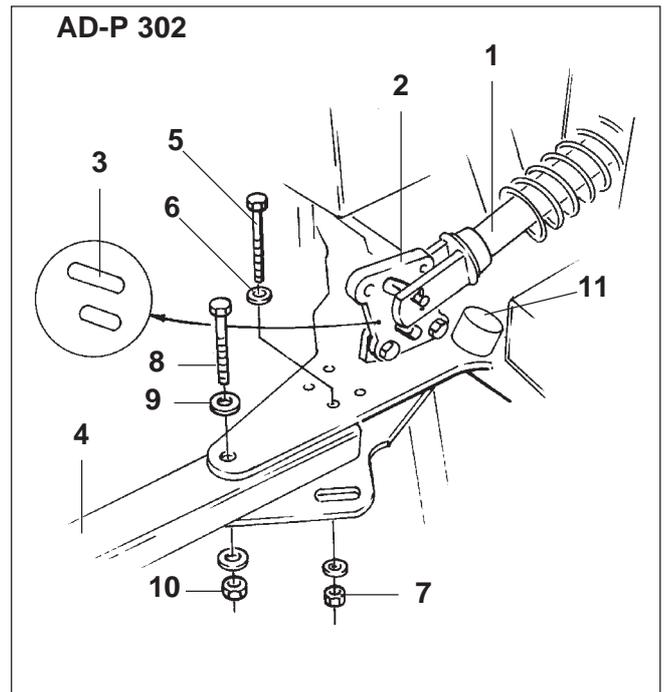

Fig. 23.5
Der Hydraulikzylinder (Fig. 23.5/1) muß an der Lasche (Fig. 23.5/2) im längeren Langloch (Fig. 23.5/3) befestigt sein. Lasche (Fig. 23.5/2) evtl. umschrauben.
Spuranreißer-Ausleger (Fig. 23.5/4) anschrauben und zwar mit:
- einer Skt.-Schraube M6 x 90, 8.8 DIN 931 (Fig. 23.5/5),
- zwei Scheiben 6,4 x 18 x 1,6 DIN 9021 (Fig. 23.5/6) und
- einer Sicherungsmutter M6, 8 DIN 980V (Fig. 23.5/7).
- einer Skt.-Schraube M14 x 100, 8.8 DIN 931 (Fig. 23.5/8),
- zwei Spannscheiben 14 DIN 6796 (Fig. 23.5/9) und
- einer Sicherungsmutter M14, 8 DIN 980V (Fig. 23.5/10).
Die Puffer (Fig. 23.5/11) dürfen nicht entfernt werden und müssen bei Verschleiß ersetzt werden!
Trifft der Spuranreißer während der Arbeit auf ein Hindernis, weicht der Spuranreißer-Ausleger dem Hindernis nach hinten aus. Dabei schert eine Skt.-Schraube M6 x 90, 8.8 DIN 931, (Fig. 23.5/5 bzw. 23.6/5) ab.